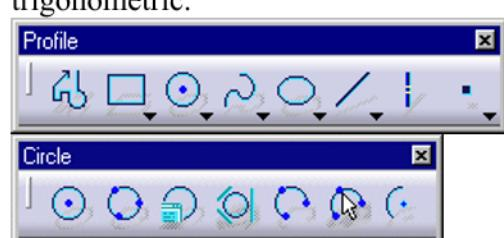

Fig.2. Bara **Profiles** si sub-bara **Circle**
- Se alege iconul  din bara **Profiles** si sub-bara **Circles** (fig.2);